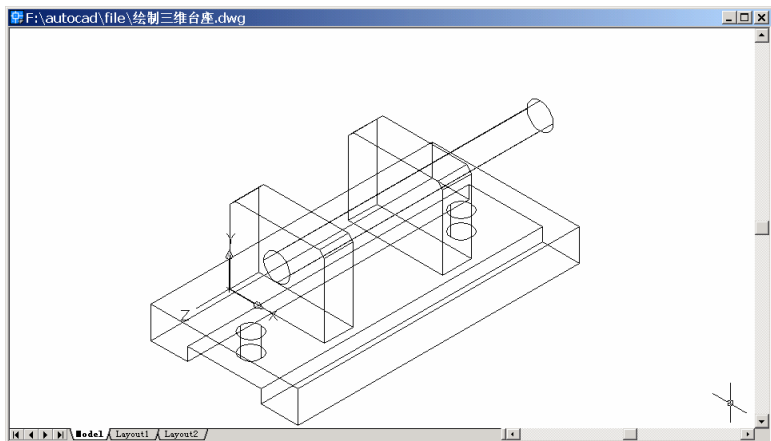

图 27.21 拉伸圆
(7) 用 VIEW 命令变换视图为 Southwest Isometric (西南视图), 结果如图 27.21 所示。